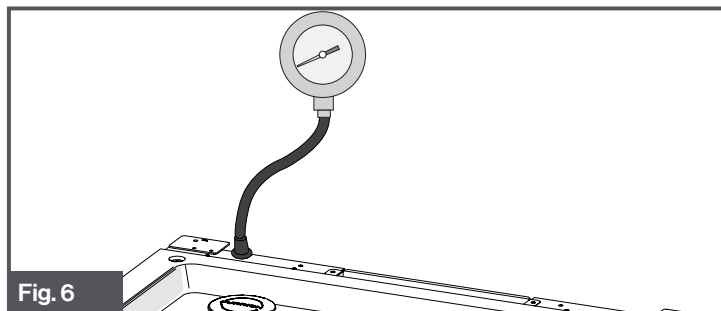

Fig. 6
7. L'appareil de mesure de la pression devrait mesurer entre 10 » WC et 13,8 » WC. (Fig. 6)